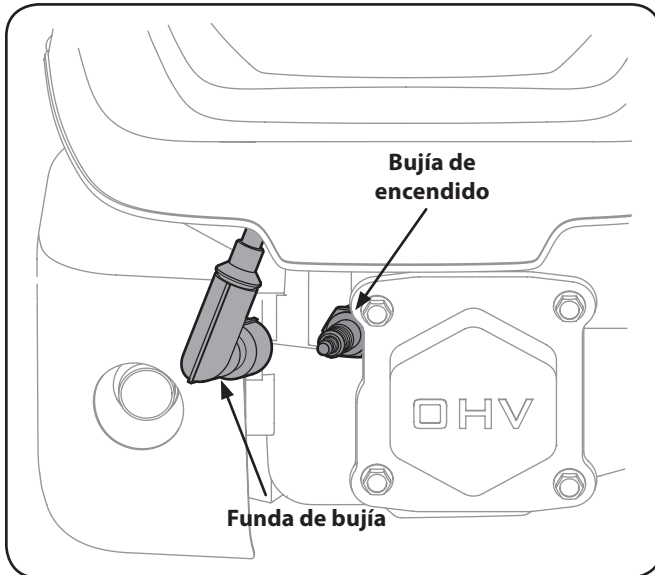

Figura 6-5
1. Retire la funda de bujía y utilice una llave para bujías para extraer la bujía. Vea la Figura 6-5.